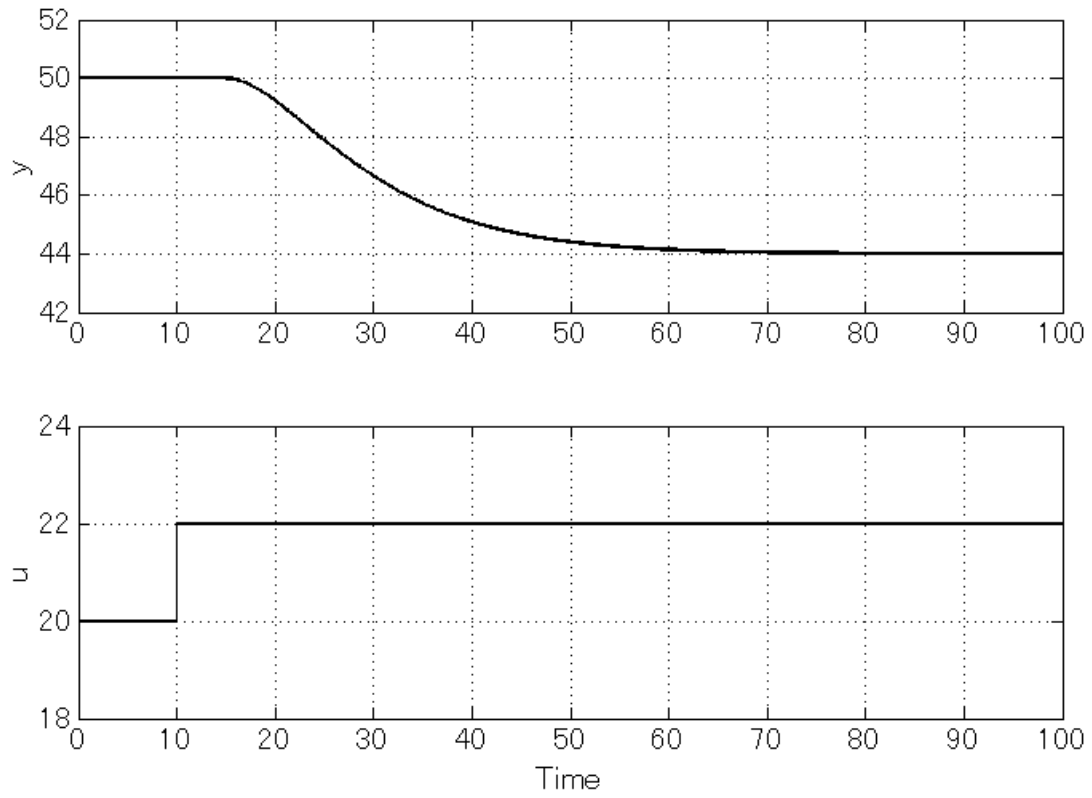

図1 ステップ応答実験結果
- 1) プロセスの伝達関数モデルを得るために、ステップ応答実験を実施した。そのときの応答波形を図 1 に示す。ここで、 y が制御変数、 u が操作変数である。プロセスの伝達関数モデルが、一次遅れ+むだ時間要素で近似できるものとする。二点法を用いて、ステップ応答から伝達関数モデルを導出せよ。ただし、定常ゲイン、時定数、むだ時間をそれぞれ K, T, L とし、次の関係式を用いるものとする。